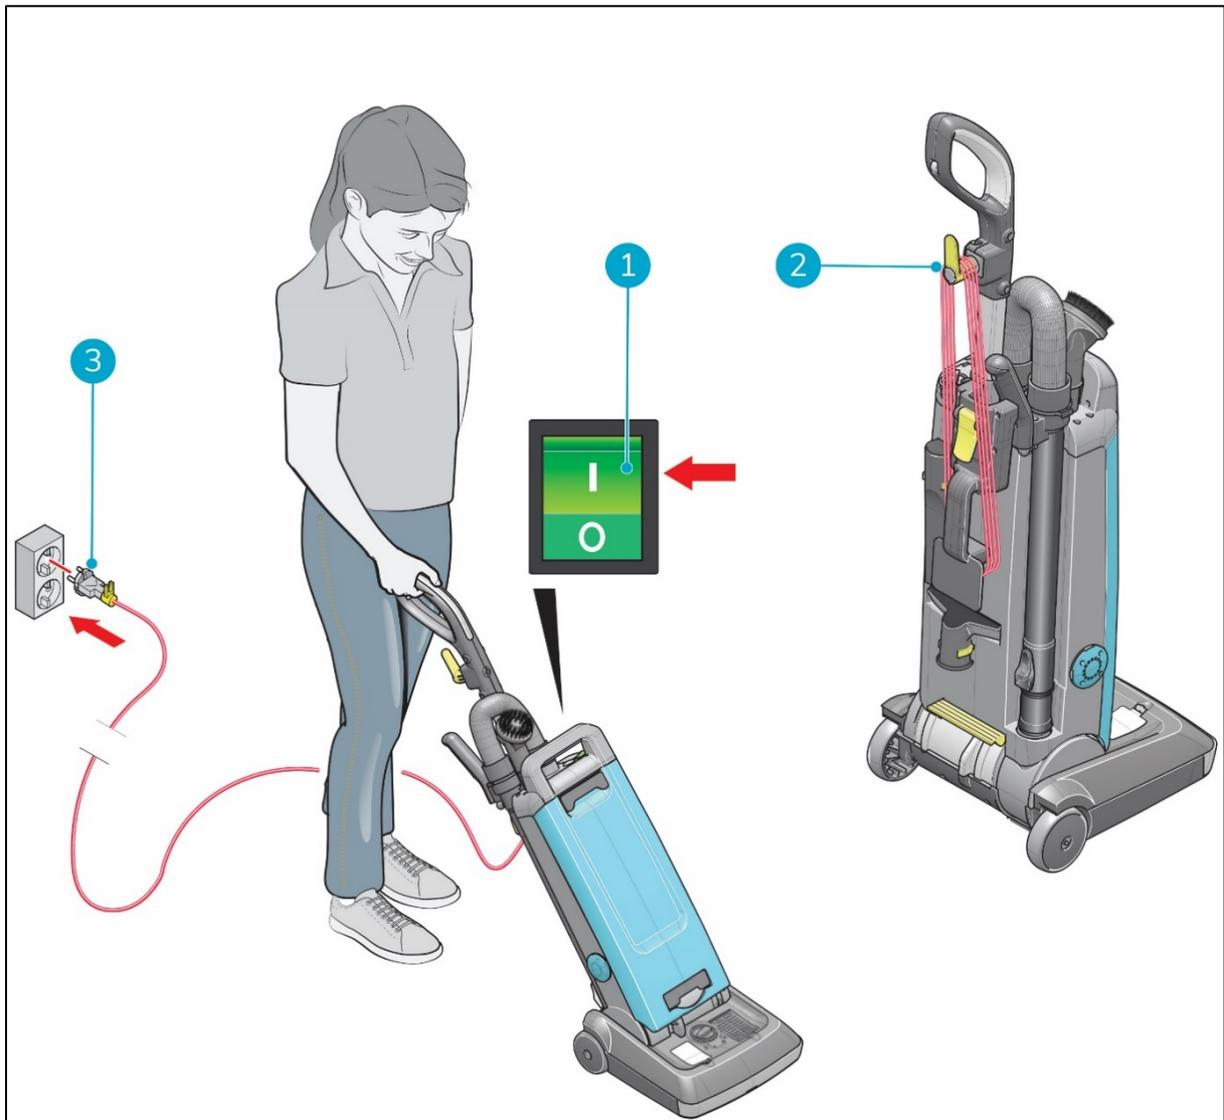

Figura 19
1. Svolgere completamente il cavo di alimentazione principale (Figura 19, pos 2).
2. Inserire il cavo di alimentazione principale nella presa a muro (Figura 19, pos 3).
3. Premere l'interruttore ON/OFF (Figura 19, pos 1) nella parte superiore del corpo principale per accendere i-vac 30UR.